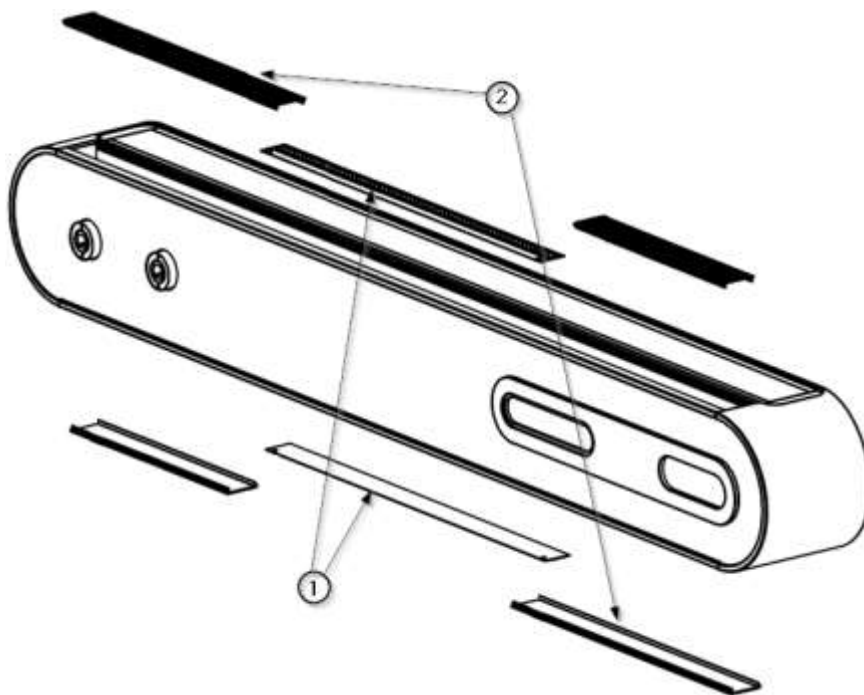

Fig. 1 Verwijderen van diffusors en bovenste en onderste afdekkingen
- Verwijder met behulp van een plat gereedschap de lichtverspreiders ① zoals weergegeven in afbeelding 1 en zorg ervoor dat u de verf van de bovenste en onderste afdekkingen ② niet beschadigt.
- Verwijder met behulp van een plat gereedschap de bovenste en onderste afdekkingen ② zoals weergegeven in afbeelding 1. Let erop dat u geen andere delen van de behuizing bekrast en bewaar de afdekkingen op een veilige plaats.
- Plaats de bovenste en onderste afdekkingen ② weer op het apparaat door ze op hun plaats te brengen en druk uit te oefenen totdat u het klikgeluid hoort.